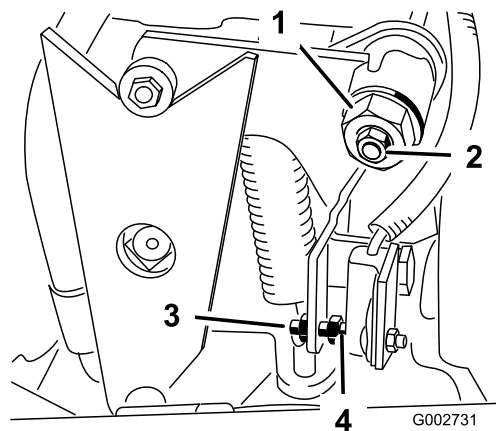

Figure 33
4. Desserrez le contre-écrou de la came de réglage de transmission (Figure 33).
5. Mettez le moteur en marche et tournez l'hexagone de la came (Figure 33) dans un sens puis dans l'autre pour déterminer la position centrale de la course de réglage du point mort.
3. Ajustez la vis jusqu'à obtenir un écartement de 1,5 mm \pm 0,8 mm (Figure 33).